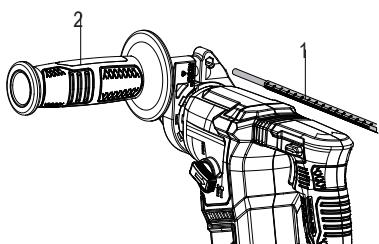

Fig.3
Une jauge de profondeur (1) permet de s'assurer que les trous sont percés à une profondeur uniforme. Pour l'installer, desserrez la poignée auxiliaire (2) et insérez la jauge de profondeur (1) dans le trou de la poignée. Réglez à la profondeur souhaitée et serrez la poignée auxiliaire (2). Veillez à ce que la jauge de profondeur (1) n'entre pas en contact avec le corps principal de l'outil pour garantir la précision (Fig.3).